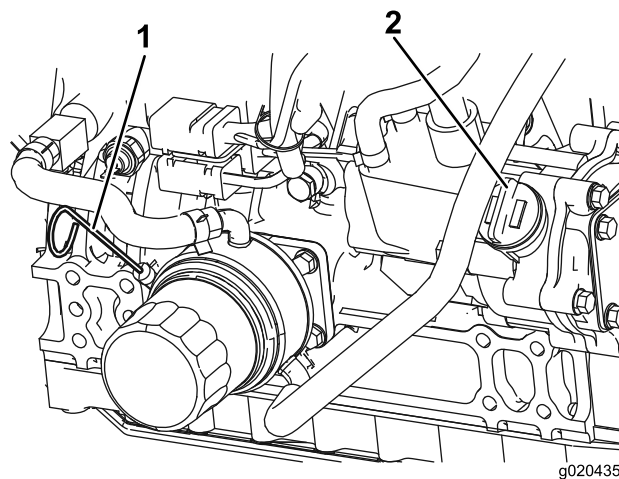

Figura 10
3. Retire a vareta, limpe-a, coloque-a no tubo e volte a retirá-la em seguida. O nível de óleo deverá atingir a marca Full (Cheio) (Figura 10).
4. Se o nível de óleo se encontrar abaixo da marca Full, deverá retirar a tampa de enchimento (Figura 10) e adicionar óleo até o nível atingir a marca desejada. **Não encha demasiado.**